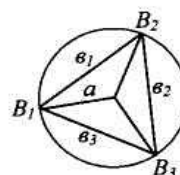

Рис. 6
4. Определить расстояние между ножками сферометра. Для этого сферометр прижать к листу чистой бумаги и штангенциркулем определить v_1, v_2, v_3 (рис.6).